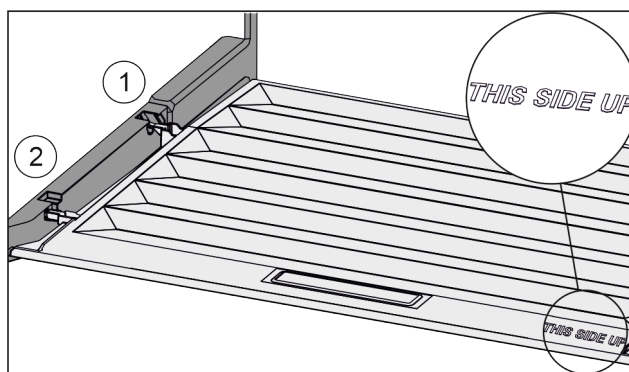

Fig. 102
- ▶ Juhtige kaane vahetoed tagumise hoidiku Fig. 102 (1) ava kaudu sisse ja fikseerige ees hoidikusse Fig. 102 (2).